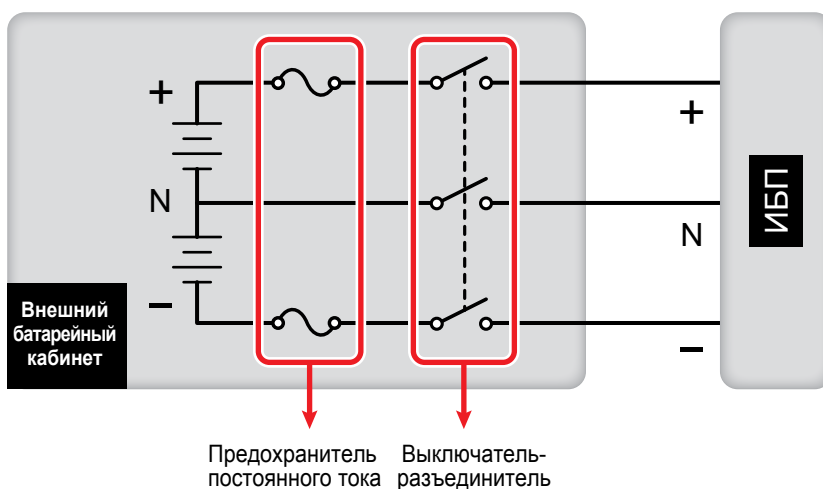

Рис. 5-18. Установка выключателя-разъединителя последовательно с плавким предохранителем постоянного тока
- Устройство защиты внешнего батарейного кабинета выбирается квалифицированным сервисным специалистом. Таким устройством может быть выключатель-разъединитель, включенный последовательно с плавким предохранителем постоянного тока, или автоматический выключатель переменного тока; см. **Таблицу 5-3**. При выборе устройства защиты внешнего батарейного кабинета следует руководствоваться следующими факторами: (1) значение тока перегрузки между ИБП и цепью батарей, (2) значение тока короткого замыкания, (3) материал жилы кабеля (4) требования местных ПУЭ. По вопросам установки устройства защиты внешнего батарейного кабинета вы можете обратиться в сервисную службу Delta. Схемы подключения устройства защиты внешнего батарейного кабинета показаны на **Рис. 5-18 ~ 5-20**.